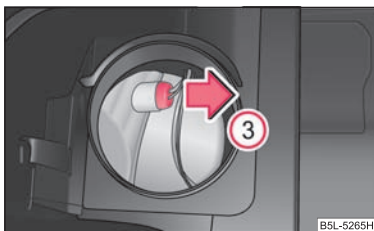

Fig. 199 Desmontaje del portalámparas de la luz de posición (faro de xenón)
- Tire del portalámparas en el sentido de la flecha ③ ⇒ fig. 199.